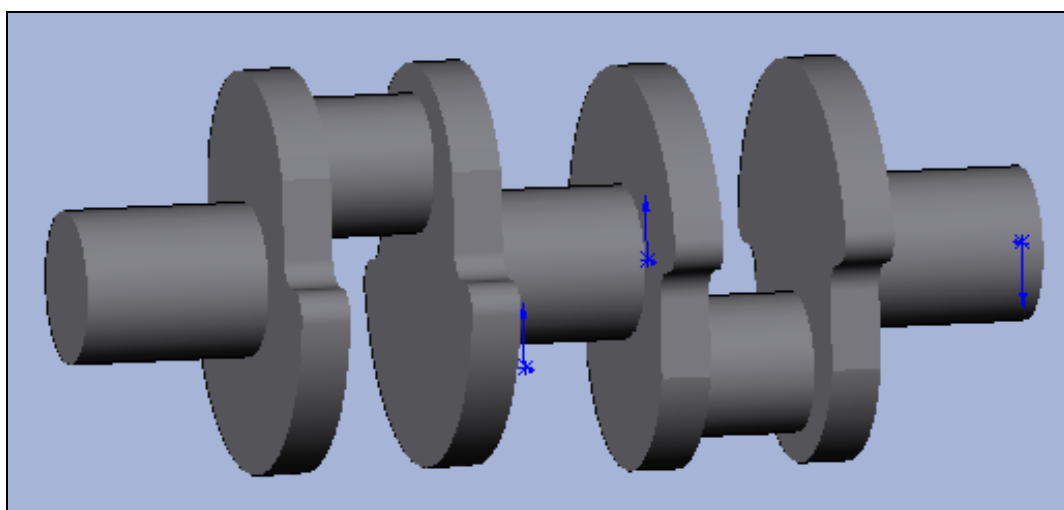

Рис. 2.54. Коленчатый вал двухцилиндрового двигателя
7. Щеки, шатунные и коренные шейки многоцилиндрового двигателя строятся аналогично вышеописанным. Например, на рис. 2.54 показан коленчатый вал для двух цилиндров.